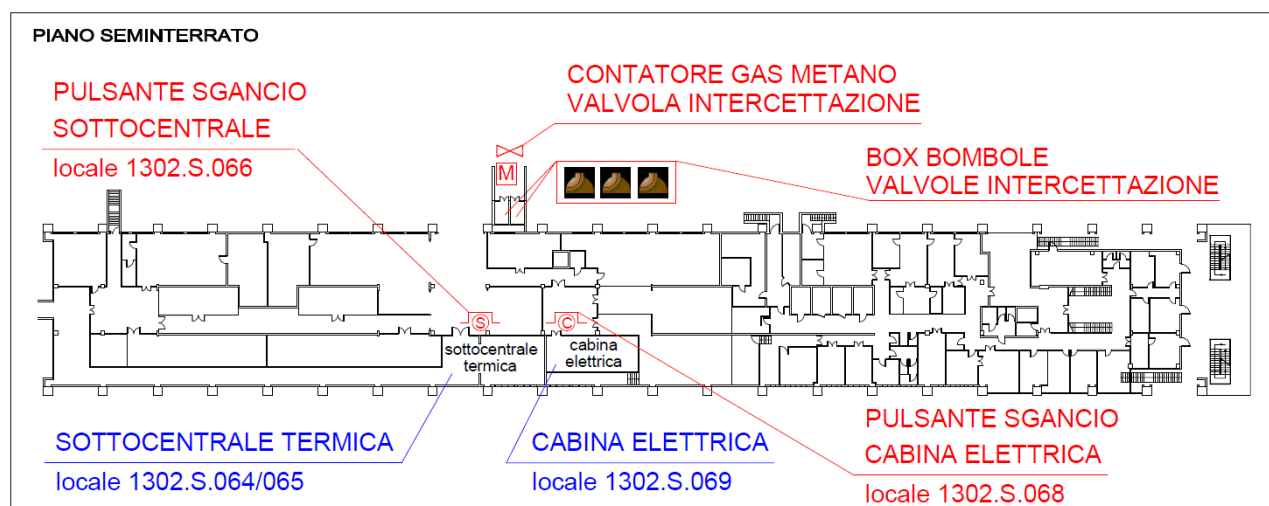

Figura 2. Ubicazione impianti tecnologici.
La cabina elettrica del Plesso si trova al piano seminterrato nel locale 1302.S.069. In caso di emergenza e necessità occorre agire sul pulsante di sgancio generale della corrente elettrica posizionato all'esterno del locale (vedi p.to 3.5 – Figura 2).
La sottocentrale termica è posizionata al piano seminterrato nei locali 1302.S.064/065. In caso di emergenza e necessità occorre agire sul pulsante di sgancio posizionato all'esterno del locale (vedi p.to 3.5 – Figura 2). Nel locale della sottocentrale è presente anche la valvola intercettazione acqua.
Il contatore del gas metano a servizio del Plesso di Biologia è posizionato in un box metallico esterno all'edificio, situato in prossimità dei box bombole sul lato ovest. In caso di emergenza e necessità occorre agire sulla valvola di intercettazione presente all'interno del box del contatore (vedi p.to 3.5 – Figura 2).
All'interno dei laboratori sono utilizzati gas tecnici per le attività di ricerca e di esercitazione. Le bombole di erogazione dei gas sono posizionate in un box esterno situato sul lato ovest dell'edificio. In caso di emergenza e necessità occorre agire sulle valvole di intercettazione presenti nei box esterni (vedi p.to 3.5 – Figura 2). Lungo i corridoi ai vari piani sono presenti le valvole di intercettazione dei gas suddivisi per zone o per singolo laboratorio (vedi ALLEGATO 2).
- Se necessario si attivano per disattivare gli impianti tecnologici e di servizio, e mettono in sicurezza il Plesso (es. staccano corrente, chiudono le valvole ed elettrovalvole dei gas tecnici, ecc. – vedi p.to 3.5 – Figura 2);